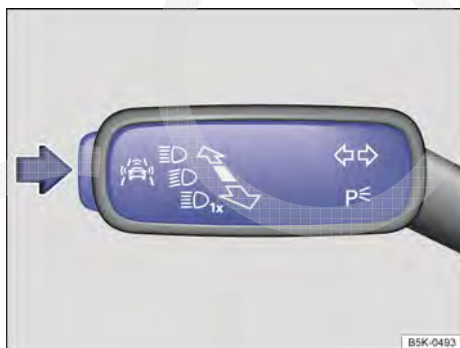

Fig. 68 Na alavanca dos indicadores de direção e do farol alto à esquerda da coluna de direção: botão dos sistemas de assistência ao condutor.
- Pressionar o botão → Fig. 68 no sentido da seta para acessar o menu **Assistentes**.